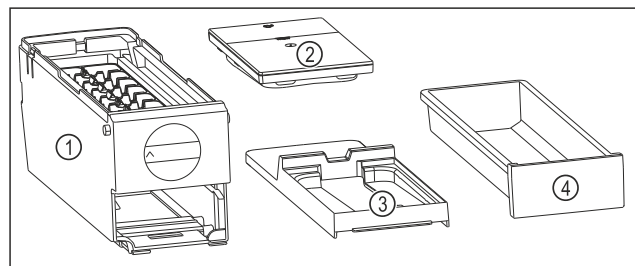

Fig. 81 Componente ale EasyTwist-Ice
- ▶ EasyTwist-Ice este dezasamblat în patru piese. (vezi Fig. 81)
- ▶ Dezasamblați EasyTwist-Ice numai în componentele ilustrate. (vezi Fig. 81)
- ▶ Curățați corpul EasyTwist-Ice Fig. 81 (1) ca un întreg.